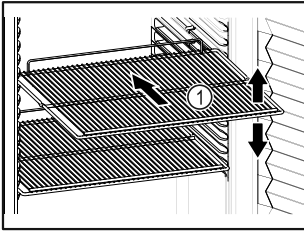

Fig. 60 Shembull ilustrues
- Nëse raftet me rrjetë Fig. 60 (1) mund të zhvendosen, atëherë përshtatini sipas lartësisë.